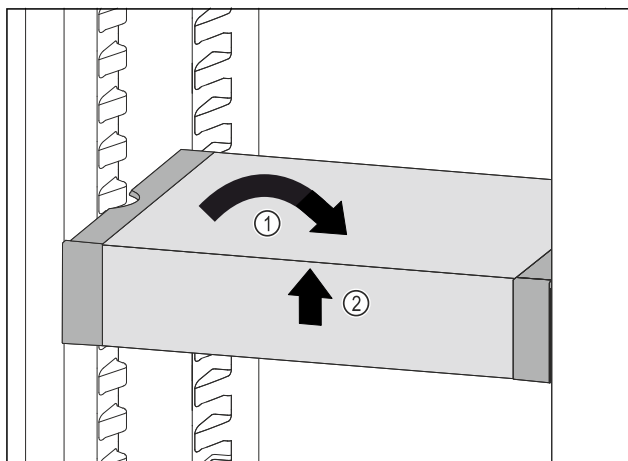

Fig. 74
- ▶ Plasser VarioSafe rett. Fig. 74 (1)
- ▶ Løft VarioSafe opp i forkant. Fig. 74 (2)